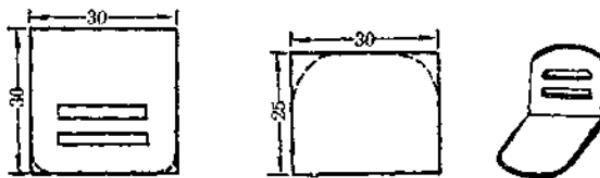

图 16
9. 司机座椅：用  $4 \times 25 \times 30$  [毫米]3 木板一块，锯去一边的左右两角，用砂皮砂光做座椅垫板，再用  $30 \times 30$  [毫米]2 薄木片一块，按图 16 所示，锯去一边的左右两角。当中挖空两槽作为靠背。胶合后即成座椅备用。